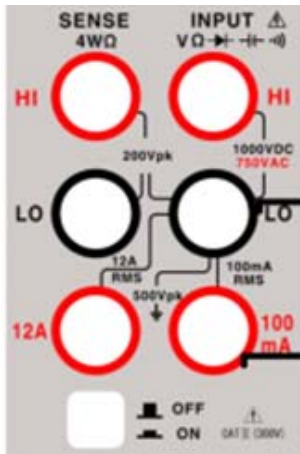
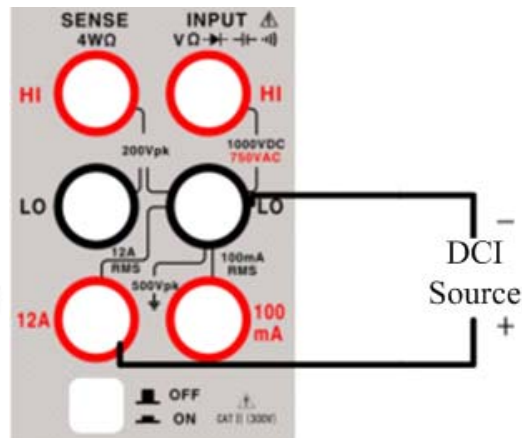

图 2.2.2 低电流测量端子接法
图 2.2.3 高电流测量端子接法
2、根据测量档位的不同，选择不同的测量端子。200mA 及以下电流按图 2.2.2 所示，将红色和黑色测试引线连接到各自的输入端子。200mA 以上 10A 以下电流按图 2.2.3 所示，将红色和黑色测试引线连接到各自的输入端子。